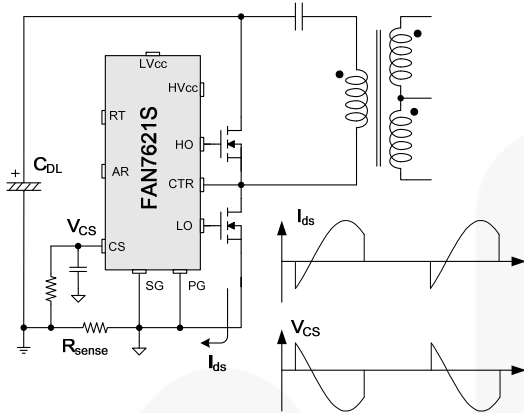
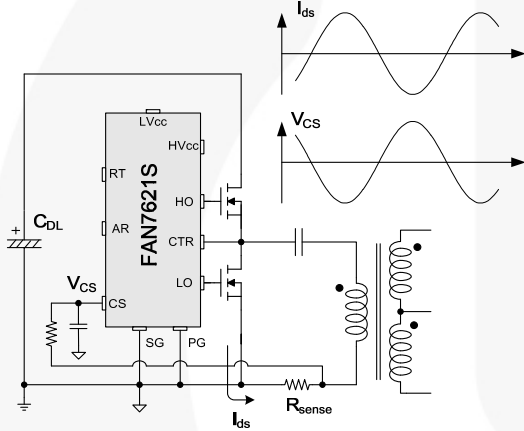

图 23. 半波检测
图 24. 全波检测
6. 使用电阻的电流感测：FAN7621S 检测漏电流为负压，如图 23 和图 24 所示。半波检测方式允许检测电阻产生低功耗，但是全波检测方式的检测信号具有较低开关噪声。